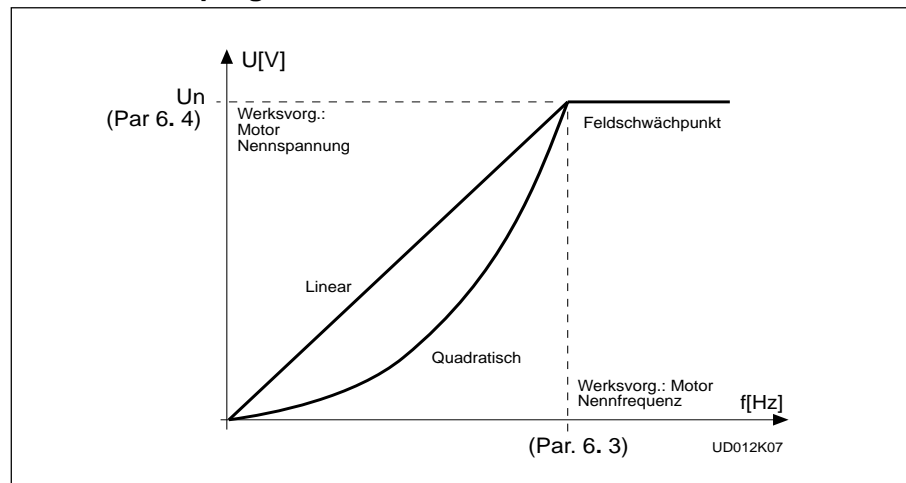

Bild 5.4-2 Lineares und quadratisches U/f Verhältnis.
0 Die Motorspannung ändert sich linear mit der Frequenz im Konstantflußbereich von 0 bis zum Feldschwächpunkt (Par.6. 3) . Bei Erreichen des Feldschwächpunktes wird dem Motor die maximale Spannung zugeführt, siehe Bild 5.4-2.
- 1 Die Spannung zum Motor in Abhängigkeit der Frequenz wird nach einer quadratischen Kurve von 0 bis zum Feldschwächpunkt (Par. 6. 3) verändert. Die Maximalspannung wird beim Feldschwächpunkt erreicht, siehe Bild 5.4-2.